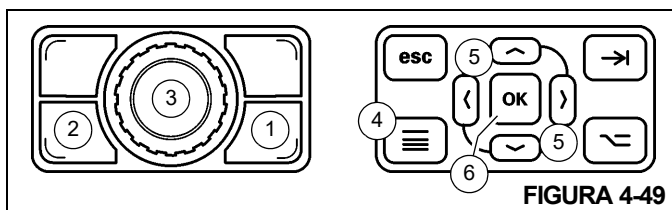

FIGURA 4-49
- Oprima el botón de cambio de pantalla (1, Figura 4-49) en el cuadrante selector para seleccionar el control de pantalla del ODM.
- Oprima el botón de menú (4, Figura 4-49) en el panel de control de navegación en el ODM para ir a la vista de menús.